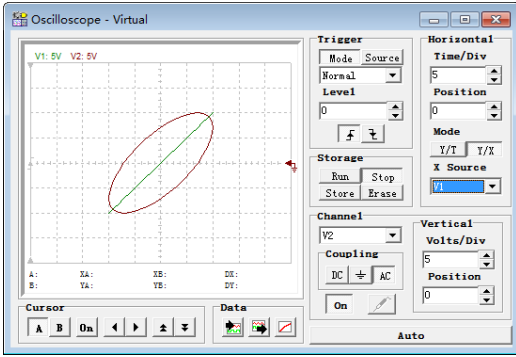

图 92 V1 与 V2 相位差 45 度时的图形
② 设置 V2 参数为 10V，50Hz，相位 45 度正弦波：示波器显示如图 92 所示的李萨如图形。